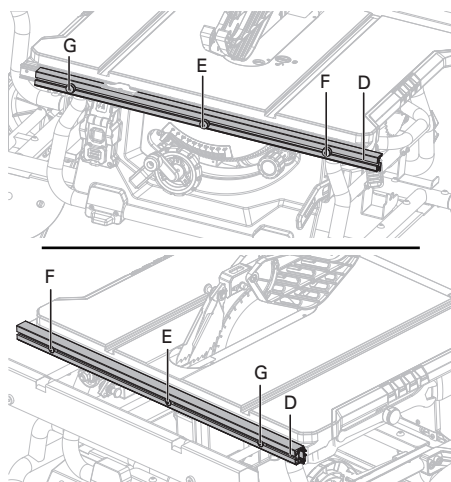

Fig. 11b
⚠ PRÉCAUTION: Il y a trois vis de réglage (E, F, G) sur chaque rail avant et arrière (D) qui maintiennent le guide longitudinal. Vis de réglage (E, F) utilisées pour le guide longitudinal sur la droite de la lame de scie. Vis de réglage (G) utilisées pour le guide longitudinal sur la gauche de la lame de scie. (Fig. 11b)
- Tout en tenant le guide (C) en angle, aligner les vis de réglage (E, F, G) sur les rails du guide avec les fentes sur le guide (H).
- Faire glisser les fentes (H) sur les vis de réglage et faire pivoter le guide vers le bas jusqu'à ce qu'il repose sur les rails.
- Fixer le guide longitudinal en place en tournant le bouton de verrouillage du guide longitudinal (B) dans le sens horaire.
- Verrouiller le levier des rails du guide (A).